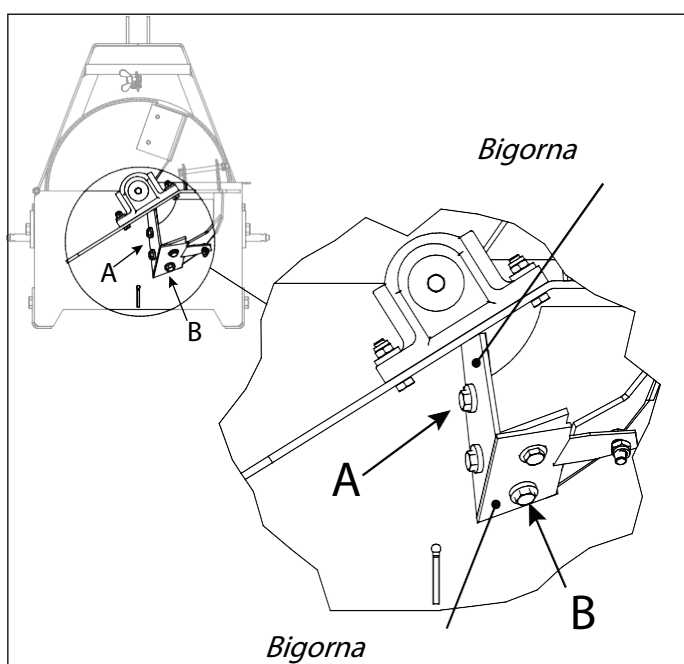

Fig 16. Parafusos de aperto da bigorna
O triturador dispõe de bigorna vertical e horizontal. Para remover as bigornas, abra os parafusos de aperto (A) e (B) (M12). O parafuso de aperto da bigorna horizontal (B) localiza-se abaixo da abertura de alimentação. Fig 16.